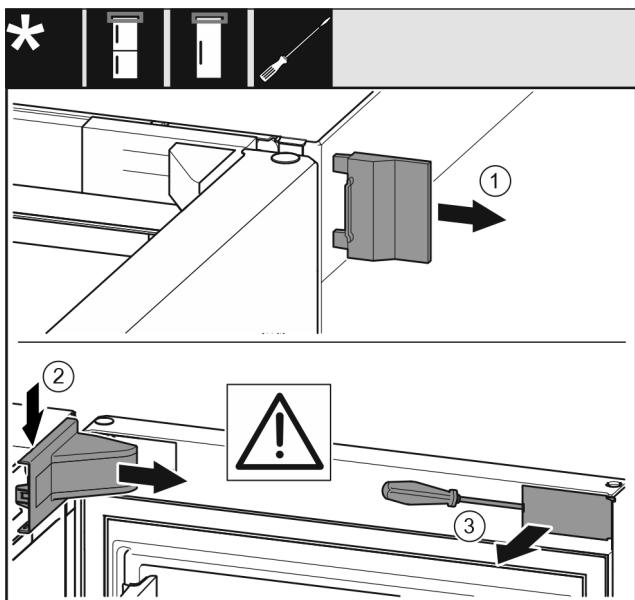

Fig. 8
- Hiqni kapakun mbulues të jashtëm Fig. 8 (1).
- Nxirri nga foleja kapakun mbulues të bazamentit mbështetës Fig. 8 (2) dhe hiqeni.
- Nxirri nga foleja panelin mbulues Fig. 8 (3) me një kaçavidë me kokë petë dhe shtyjeni anash.